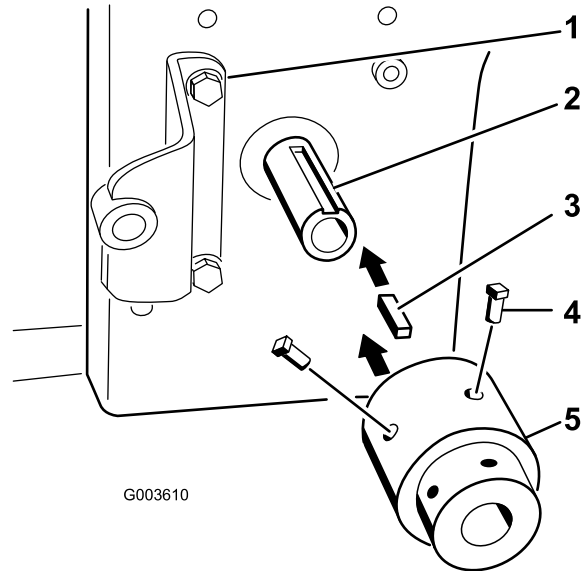

Bild 19
- Setzen Sie den Vierkantschlüssel (1/4" x 1") in den Schlitz in der Motorzapfwelle ein (Bild 19).
- Fluchten Sie den Hub mit dem rechteckigen Schlüssel aus und montieren Sie ihn an der Motorzapfwelle (Bild 19).
- Schmieren Sie die zwei Stellschrauben (5/16" x 3/4") mit entfernbarer Gewindespermittel ein und setzen Sie sie in die Nabe ein, um ihn an der Zapfwelle zu befestigen (Bild 19).